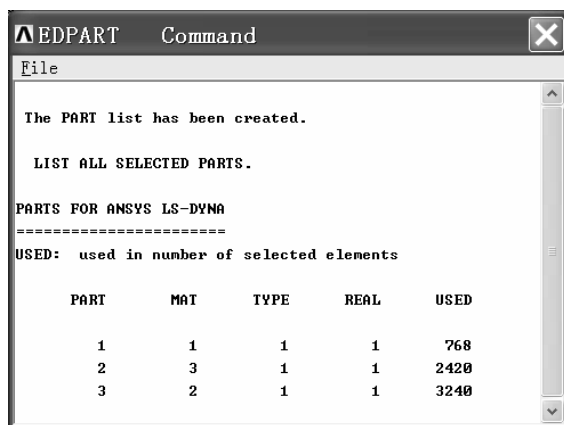

图 10-89 “EDPART Command”窗口
(2) 保持“Parts Data Written for LS-DYNA”窗口的默认设置不变，单击该窗口中的“OK”按钮，弹出“EDPART Command”窗口（见图 10-89）。其中，上模为“Part1”，下模为“Part2”，钢带为“Part3”。